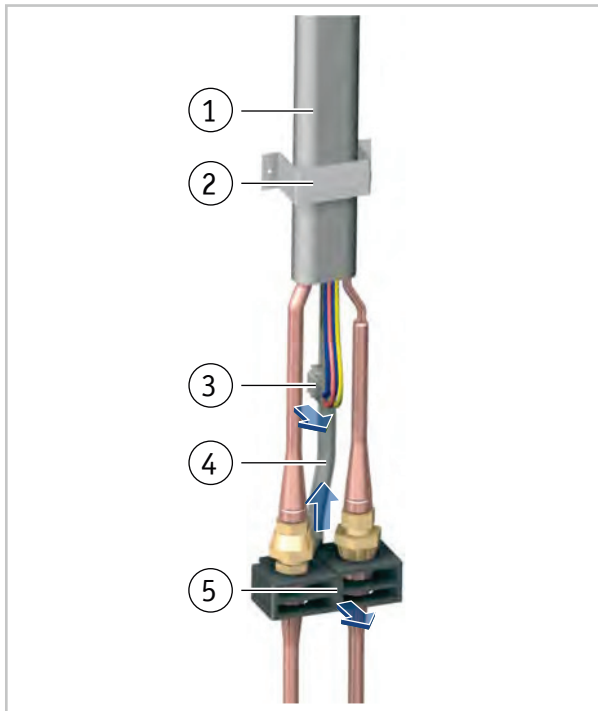

Abb. 13: Demontage Verbindungsleitung
5. ➔ Schrauben Sie die Befestigungsschelle der Verbindungsleitung ab (Abb. 13).
6. ➔ Drücken Sie auf die seitliche Lasche der Steckverbindung und ziehen Sie den Stecker aus der Buchse (Abb. 13).
7. ➔ Entfernen Sie das Oberteil der Halterung durch Herausdrehen der beiden Schrauben (Abb. 13).
8. ➔ Ziehen Sie den Kondensatschlauch ab (Abb. 13).